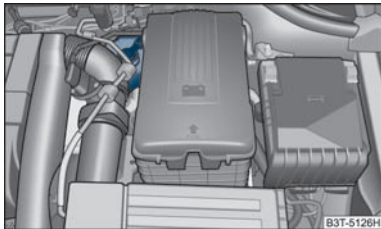

Abb. 188 Motorraum: Bremsflüssigkeitsbehälter
- Prüfen Sie den Bremsflüssigkeitsstand am Behälter ⇒ Abb. 188. Der Stand muss zwischen den Markierungen „MIN“ und „MAX“ liegen.